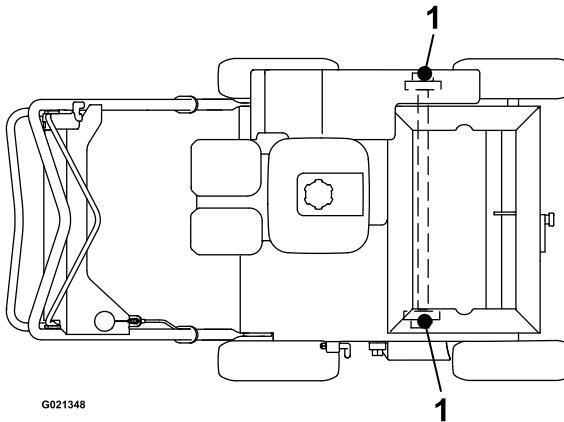

Figura 18
3. Lubrique los engrasadores (Figura 18) con una o dos aplicaciones de grasa NLGI de propósito general N° 2.